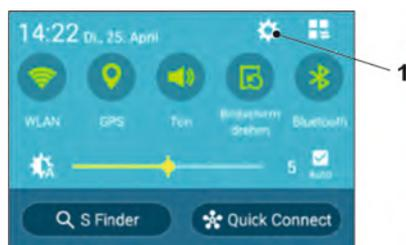

Fig. 31-2 Icône paramètres
2. Ouvrir le menu correspondant via l'icône paramètres (Fig. 31-2 point 1).